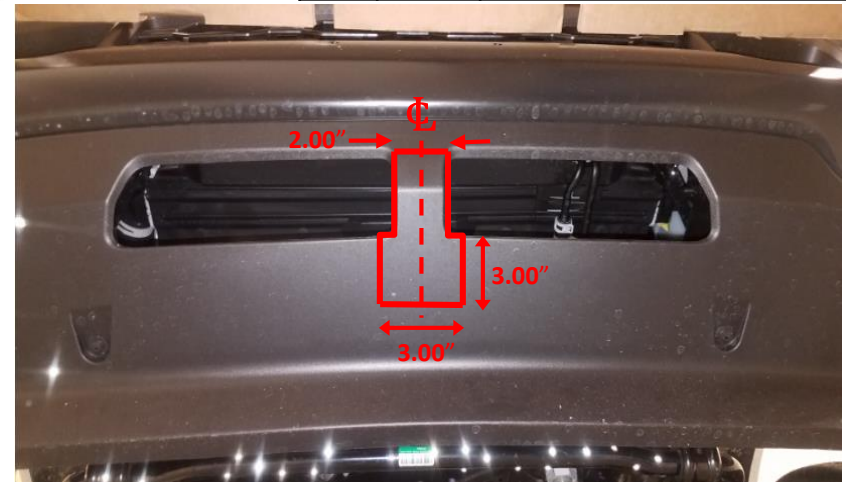

Figura 2
- Quitar los pernos de fábrica:** con un cubo de 24 mm y una llave de boca, quitar (2) pernos de fábrica M16 del bastidor del vehículo, en ambos lados. **Precaución:** Una vez que se quitan los (2) pernos de fábrica M16, es posible que el soporte se separe del bastidor del vehículo. Si el soporte está suelto, retirarlo del bastidor del vehículo hasta instalar el enganche). Con un cubo de 18 mm y una llave de boca, quitar (1) perno de fábrica M12 del chasis del vehículo, en ambos lados. Devolver los pernos de fábrica al propietario del vehículo.
- Recortar la fascia inferior:** con una navaja utilitaria, recortar la sección central de la abertura de la fascia. Esta pieza de la fascia se quitará y desechará por completo. Luego recortar un cuadrado de 3" x 3" debajo del centro, ver la **Figura 2**.
1. **Quitar los pernos de fábrica:** con un cubo de 24 mm y una llave de boca, quitar (2) pernos de fábrica M16 del bastidor del vehículo, en ambos lados. **Precaución:** Una vez que se quitan los (2) pernos de fábrica M16, es posible que el soporte se separe del bastidor del vehículo. Si el soporte está suelto, retirarlo del bastidor del vehículo hasta instalar el enganche). Con un cubo de 18 mm y una llave de boca, quitar (1) perno de fábrica M12 del chasis del vehículo, en ambos lados. Devolver los pernos de fábrica al propietario del vehículo.
2. **Recortar la fascia inferior:** con una navaja utilitaria, recortar la sección central de la abertura de la fascia. Esta pieza de la fascia se quitará y desechará por completo. Luego recortar un cuadrado de 3" x 3" debajo del centro, ver la **Figura 2**.